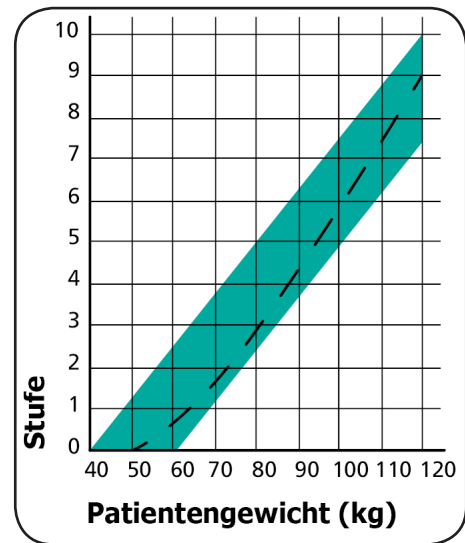

Abbildung 10
9. Anschließend stellen Sie die Leistungsstufe ein. Die optimale Leistungsstufe hängt von mehreren Faktoren ab. Hierzu gehören in erster Linie das Patientengewicht und die Auflagefläche des Patienten. Für die Einstellung kann Ihnen das Diagramm (siehe Abbildung 10) einen ersten Anhaltswert liefern. Dieser Wert dient nur als Richtwert zur groben Druckeinstellung und gibt keine genaue Angabe für das Einsinkverhalten des Körpers.